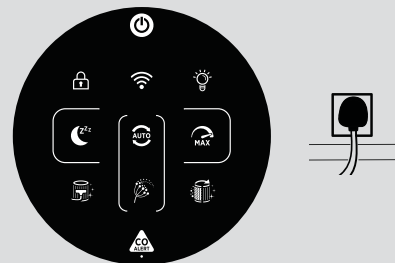

Fig. 2
Brancher l'appareil [Fig. 2]:
- Branchez votre appareil à l'alimentation électrique et mettez-le en marche. [Fig. 2,3]